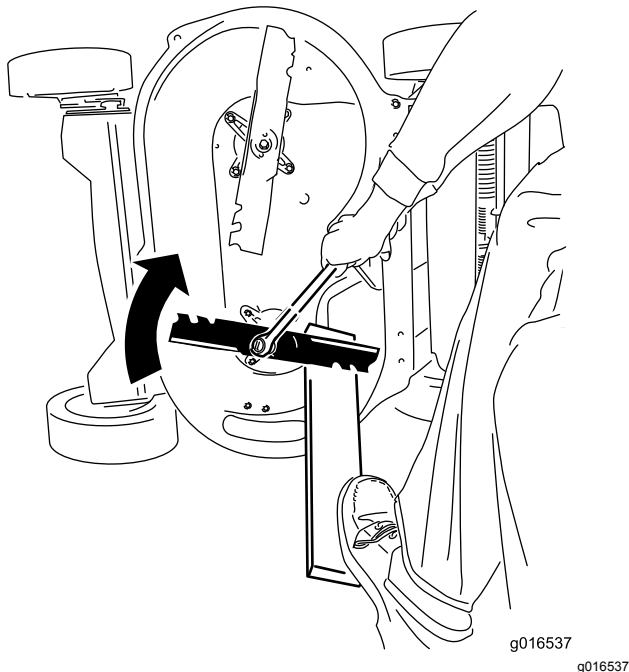

Рисунок 40
2. Удерживайте каждый нож неподвижно с помощью доски и заверните болт крепления ножа по часовой стрелке с помощью динамометрического ключа, как показано на Рисунок 40; затяните каждый болт крепления ножа с моментом 82 Н·м.